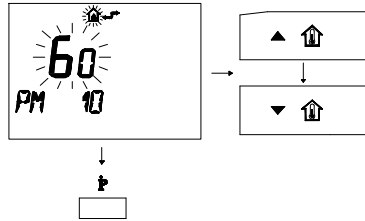

fig. 5.45
- 4 Per modificare il SET programmato agire sui pulsanti ▲ o ▼ e aspettare che il numero programmato cominci a lampeggiare (fig. 5.45)